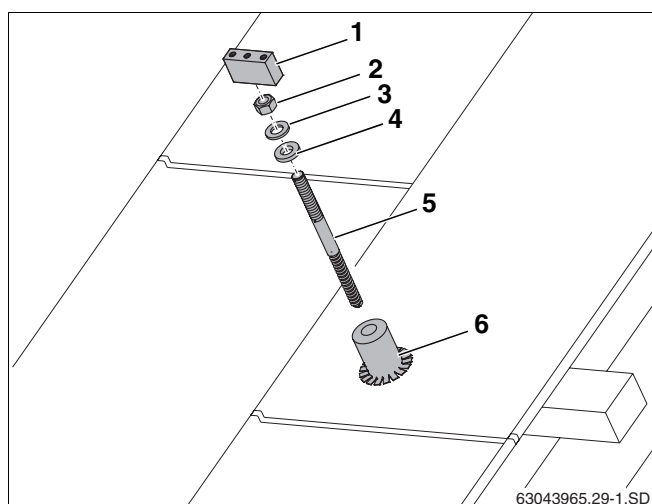

Fig. 27 Montage sur le toit en tôle
Pour la fixation des rails profilés, utiliser des pattes à vis (fig. 27, **pos. 5**) à la place des crochets de fixation. Pour le montage, veuillez respecter les écartements indiqués (w, x et y) entre les pattes à vis (tabl. 5 et tabl. 6, page 15).
Pour pouvoir garantir l'étanchéité du toit, souder des gaines sur site pour les pattes à vis (fig. 27, **pos. 5**) (fig. 27, **pos. 6**) dans le toit en tôle.